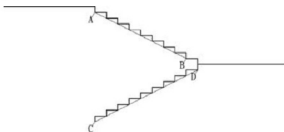

图 4.105 绘制 AB 和 CD 直线
(2) 将**【辅助】**图层关闭,然后用**【直线】**命令绘制AB和CD直线,结果如图4.105所示。